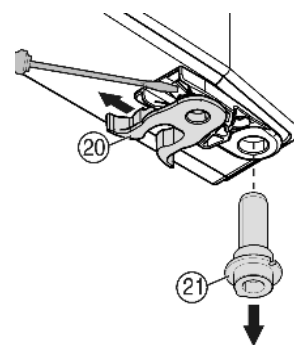

Fig. 10
- ▶ Przenieść zacisk sprężynowy Fig. 10 (20): Zatrząsk przycisnąć w dół, przy tym zdjąć zacisk sprężynowy.
- ▶ Trzpień zawiasu Fig. 10 (21) wyjąć z tulei drzwi i razem z podkładką założyć po przeciwnej stronie. Zatrząsk musi wskazywać do wewnątrz drzwi, a nacięcia do zewnątrz.
- ▶ Drzwi założyć na dole, a trzpień zawiasu Fig. 10 (21) umieścić w płytce zawiasu. Ew. obrócić trzpień zawiasu tak, by się zablokował.